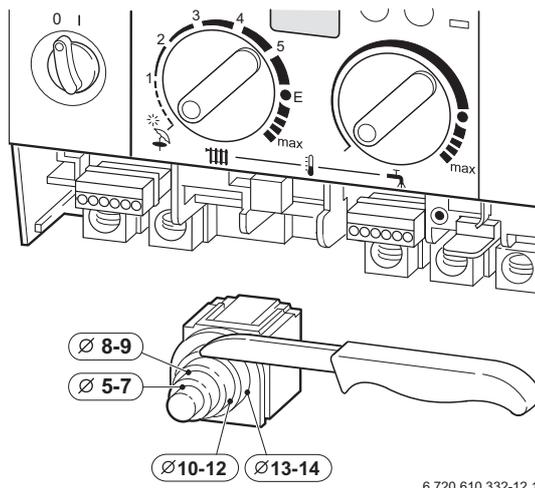

Bild 15
- ▶ Für Spritzwasserschutz (IP): Das Loch für die Kabeldurchführung entsprechend dem Durchmesser des Kabels wählen (Bild 15).